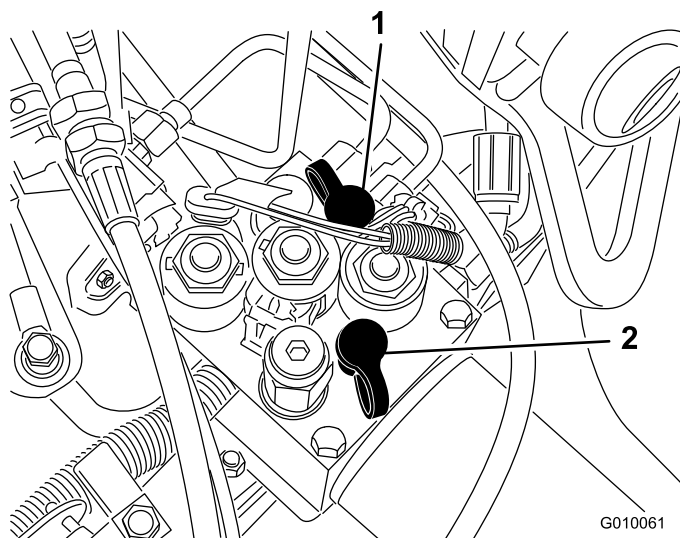

図 60
- ・ テスト・ポートG2（図 60）は走行チャージ回路の故障探究用ポートです。
- ・ テスト・ポートG1（図 60）は昇降回路の故障探究用ポートです。